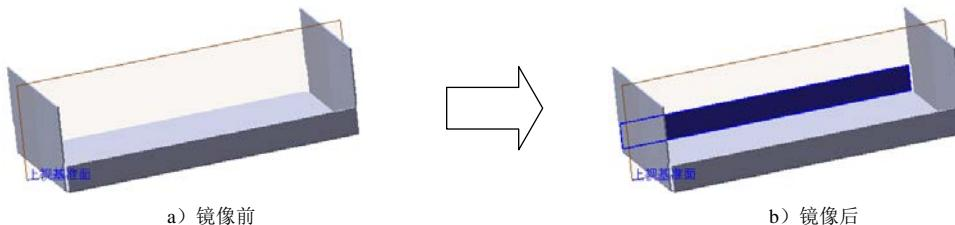

图 11.3.22 镜像 1
(3) 定义法兰参数。
- ① 定义法兰角度值。在 **角度(A)** 区域的文本框中输入角度值 90.0。
- ② 定义长度类型和长度值。在“边线法兰”对话框 **法兰长度(L)** 区域的下拉列表中选择 **给定深度** 选项，在文本框中输入深度值 8.0。在此区域中单击“外部虚拟交点”按钮。
③ 定义法兰位置。在 **法兰位置(N)** 区域中，单击“材料在内”按钮。
(4) 单击 按钮，完成边线一法兰 1 的创建。
Step7. 创建图 11.3.22 所示的镜像 1。
- (1) 选择命令。选择下拉菜单 **插入(I)** → **阵列/镜向(E)** → **镜向(M)...** 命令。
- (2) 定义镜像基准面。选取上视基准面作为镜像基准面。
- (3) 定义镜像对象。选择边线一法兰 1 作为镜像 1 的对象。
- (4) 单击 按钮，完成镜像 1 的创建。